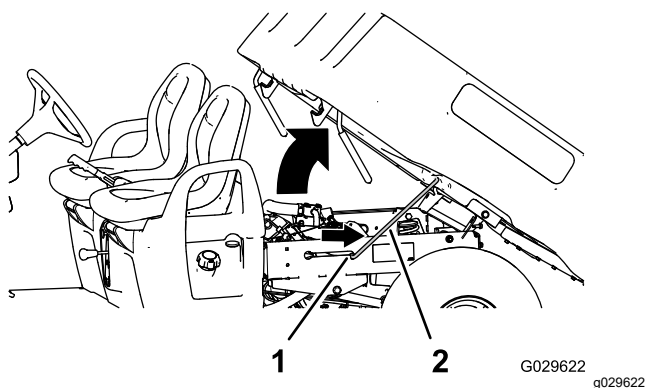

Figura 13
2. Tire de la varilla de sujeción hasta que entre en la muesca, afianzando la caja (Figura 13).
2. Extraiga la varilla de sujeción de la muesca de la ranura (Figura 13).
3. Baje la plataforma hasta que se enganche firmemente en su sitio (Figura 13).